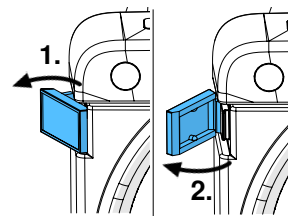

图 8
- 打开门锁 (图 8) 并移除修整机门,
- 在弯曲的一侧向后拧下喷洒管 (18),
- 将拉拔器 (11) 旋入凸缘 (23), 直到凸缘与轴分离。
|            | 没有正确关闭修整机门。              | 关闭门锁（图 1 的 6、图 8）。  |
|            | 紧固螺钉（图 1 的 16、图 8）未充分拧紧。 | 拧紧紧固螺钉（图 1 的 16、图 8）。   |
| 磨片在操作时发出噪音 | 紧固螺钉（图 1 的 16、图 8）未充分拧紧。 | 拧紧紧固螺钉（图 1 的 16、图 8），必要时重新安装（第 5.4 章）。  |